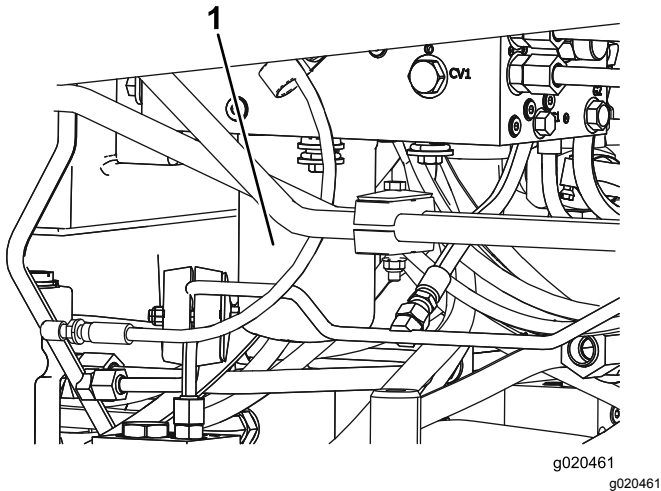

Рисунок 100
- Повторите эту процедуру для другого фильтра (**Рисунок 100**).